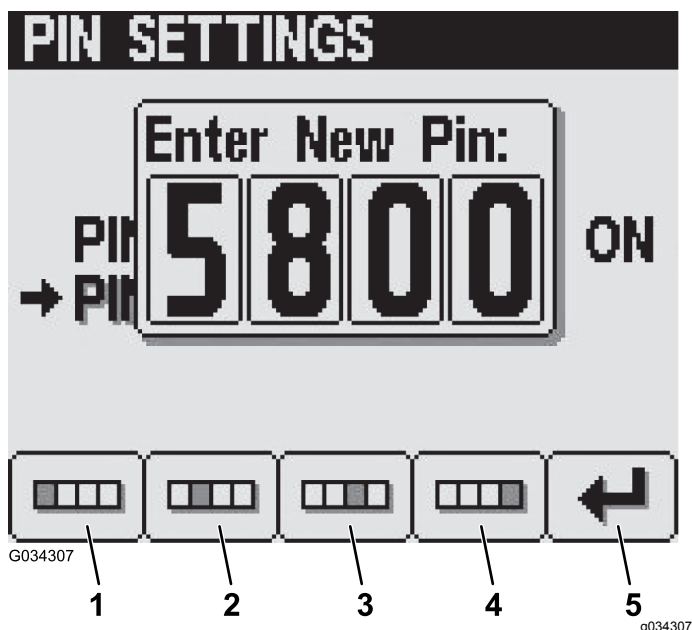

Figure 28
5. Dans l'écran de saisie du nouveau code PIN, appuyez sur les boutons 1 à 4 pour saisir le nouveau code PIN. Appuyez sur le bouton 5 quand vous avez terminé (Figure 28).